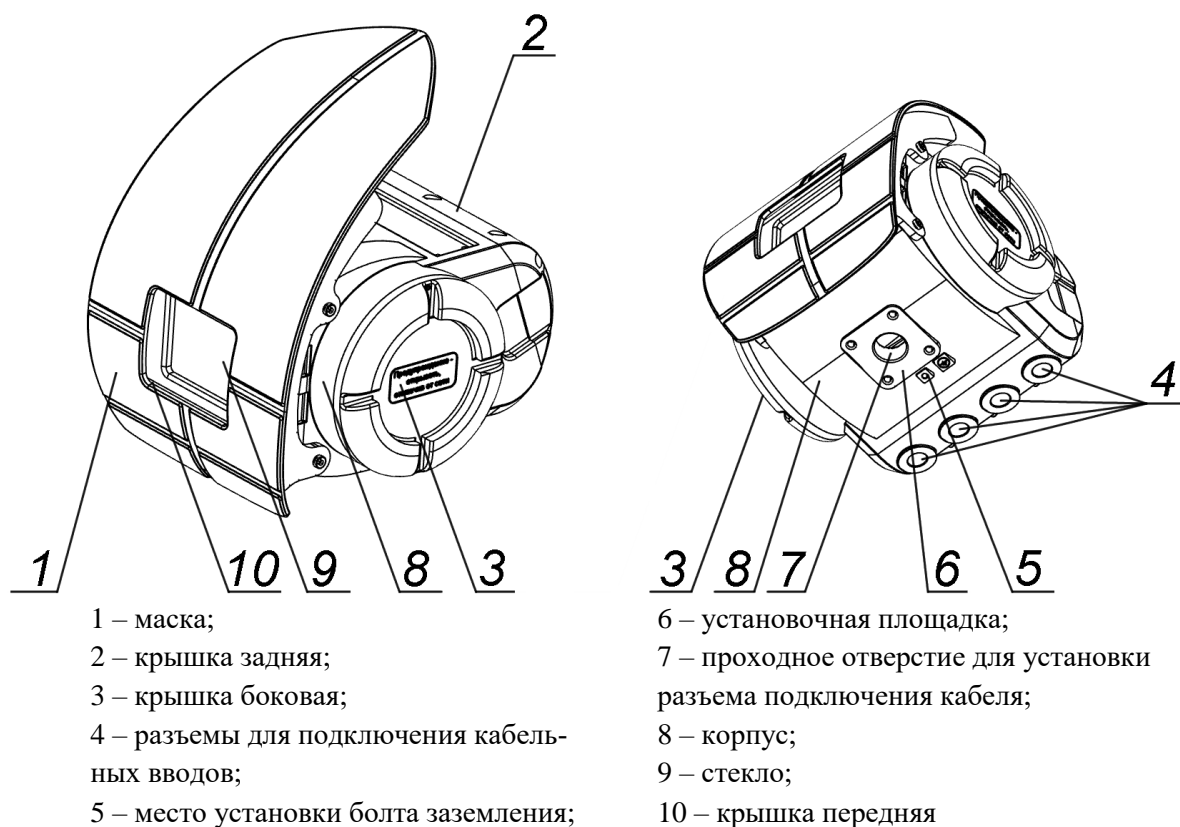

Рисунок 5 – Состав оболочки взрывозащищенной КТМ-0
- оболочка взрывозащищенная КТМ-0 (рисунок 5) – предназначенная для размещения электронных компонентов счетчика в условиях взрывоопасной зоны 1 или 2;